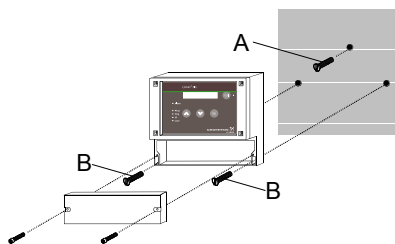

Fig. 4 Esquema de montagem
2. Aparafuse o parafuso (A) no centro superior até se projectar aprox. 1 cm. Consulte a fig. 4.
4. Suspenda o aparelho no parafuso (A).
5. Fixe o aparelho com os dois parafusos (B).